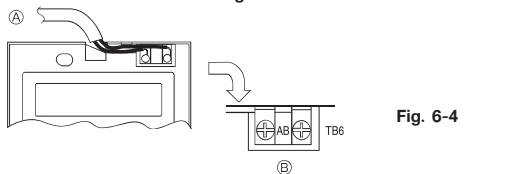

Fig. 6-4
- (C) ผนัง
- (D) ท่อสายไฟ
- (E) น็อตสำหรับล็อก
- (F) แป้นรอง
- (G) กล่องสวิตช์
- (H) สายรีโมทคอนโทรล
- (I) ปิดด้วยปูนฉาบ
- (J) สกรูไม้
2) ขั้นตอนการต่อ (Fig. 6-4)